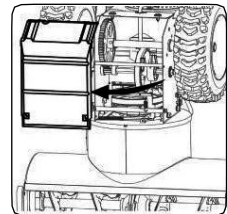

Рисунок 42
2. Осторожно передвиньте снегоуборочную машину вверх и вперёд так, чтобы она встала на корпус шнека. Снимите крышку рамы из-под снегоуборочной машины, открутив четыре болта, фиксирующие её. См. Рисунок 42.